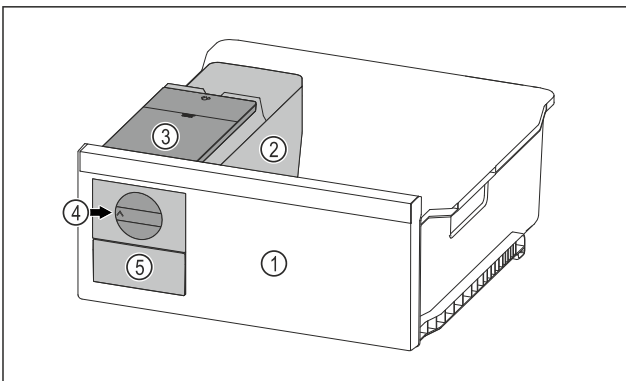

Fig. 97 Eksempelfremstilling
- ▶ Vri dreieknotten Fig. 97 (4) med klokken til den stopper.
- ▷ Isbitene faller fra isbitbrettet og ned i isbitskuffen Fig. 97 (5).